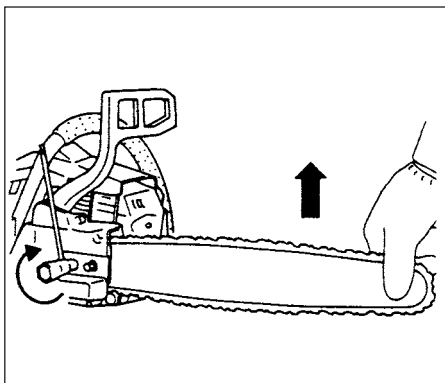

Fig.1-4
- UNE TENSION CORRECTE DE LA CHAÎNE EST EXTREMEMENT IMPORTANTE ! (Fig. 1-4, 5)
6. Soulevez à nouveau l'extrémité du guide-chaîne et serrez fermement son écrou de serrage avec la clé à bougie (Fig. 1-4).